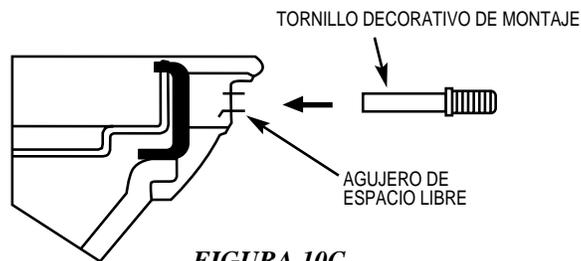

FIGURA 10C
Asegure el conjunto del globo en el dispositivo adaptador usando (3) tornillos decorativos suministrados en la bolsa de piezas. Vea la Figura 10C.